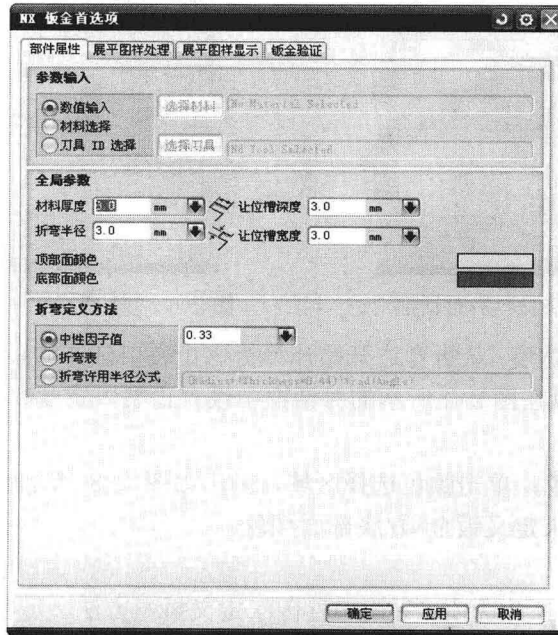
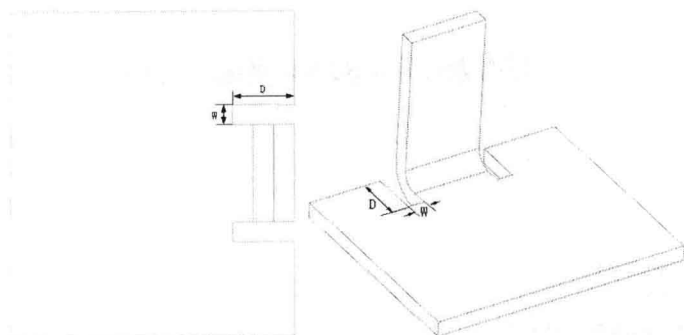

图 2-4 “NX 钣金首选项”对话框
图 2-7 止裂口参数含义示意图
钣金应用提供了材料厚度、折弯半径和折弯让位槽等默认属性设置。也可以根据需要更改这些设置。在 NX 钣金设计环境中，在菜单中选择“首选项(P)”→“NX 钣金(H)”命令，打开如图 2-4 所示的“NX 钣金首选项”对话框，在图中可以改变的钣金默认设置项，默认设置项包括部件属性、展开图样处理、展平图样显示和钣金验证 4 项。
(1) 材料厚度：钣金零件默认厚度，可以在图 2-4 所示的对话框中设置材料厚度。
(2) 折弯半径：折弯默认半径（基于折弯时发生断裂的最小极限来定义），在图 2-4 所示的对话框中可以根据所选材料的类型来更改折弯半径设置。
(3) 让位槽深度和宽度：从折弯边开始计算折弯止裂口延伸的距离称为折弯深度(D)，跨度称为宽度(W)。可以在图 2-4 所示的对话框中设置止裂口宽度和深度，其含义如图 2-7 所示。
在图 2-4 所示的对话框中，单击“展平图样处理”属性页，可以设置平面展开图处理参数，如图 2-9 所示。